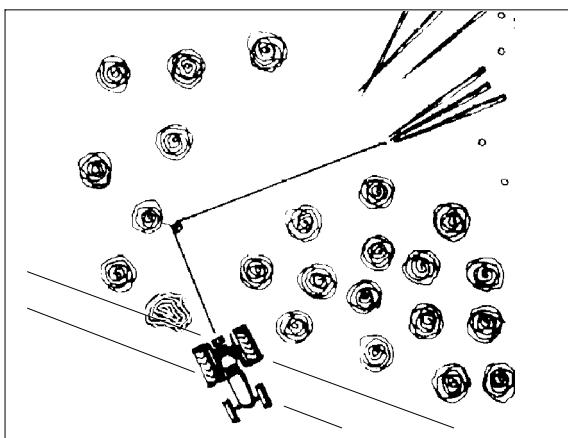

Fig. 23. Bruk en kasteblokk for å unngå å vinsje sidelengs.
1. Velg en horizontal rute med hardt underlag for skreningen for traktoren. Unngå bratte bakker, spesielt når du vinsjer fra siden. Sjekk at vinsjsporet er klarert og at brekket i traktoren er på. Ikke la traktoren gå på tomgang mens du vinsjer. Maksimum P.T.O. fart er 540 rpm. Se til at tømmerstokkene kan dras fritt. Vær ekstra på vakt når du jobber i bakker. Unngå at vinkelen overskridet 30 grader, når du vinsjer på sidene. Om nødvendig, fest en kasteblokk til et tre. (Se fig. 23.)